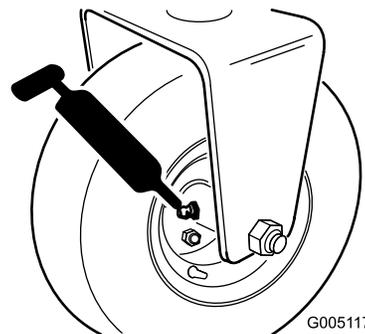

图27
- 后滚筒毂组件或如果配备了 3 轮驱动套件后轮滚筒门锁和外部滚珠轴承 1 个 图27